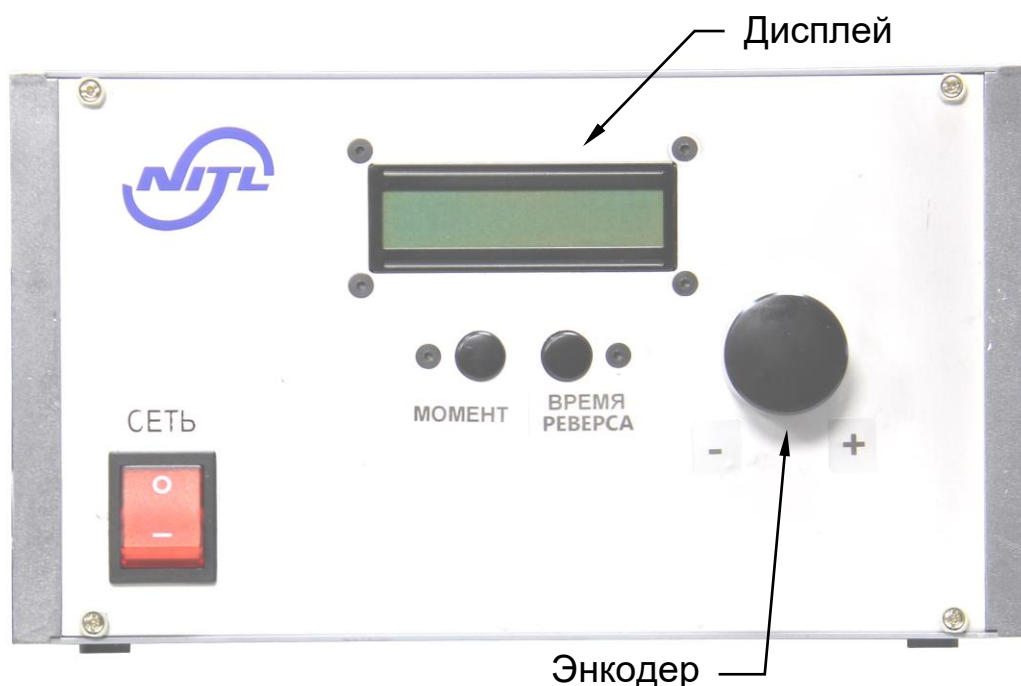

Рис. 2 Лицевая панель блока управления
- 7.3. Включить питание кнопкой “СЕТЬ” на лицевой стороне блока управления (рис. 2).
- 7.4. На лицевой панели блока управления (рис. 2) нажать кнопку “МОМЕНТ” и вращая энкодер установить на дисплее мощность электропривода 85%, соответствующую крутящему моменту 2,5кГм (см. таблицу).